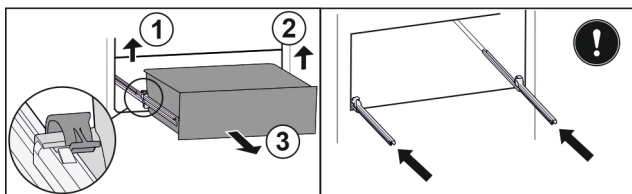

Fig. 179
- Linke Klemme anheben und gleichzeitig Schubfach links nach vorne ziehen. Fig. 179 (1)
- Rechte Klemme anheben und gleichzeitig Schubfach rechts nach vorne ziehen. Fig. 179 (2)
- Schubfach nach vorne entnehmen. Fig. 179 (3)